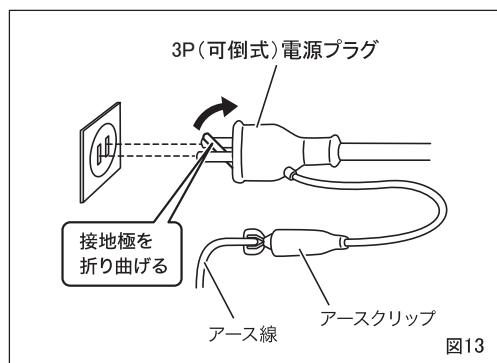

図13
## 7. 使用する電源について (図13)
- アースは、接地極のある電源コンセントに3P(可倒式)電源プラグを差し込んで行ってください。接地極のない電源コンセントに接続するときは、接地極を折り曲げて電源コンセントに差し込み、アースクリップを使用してください。(図13)